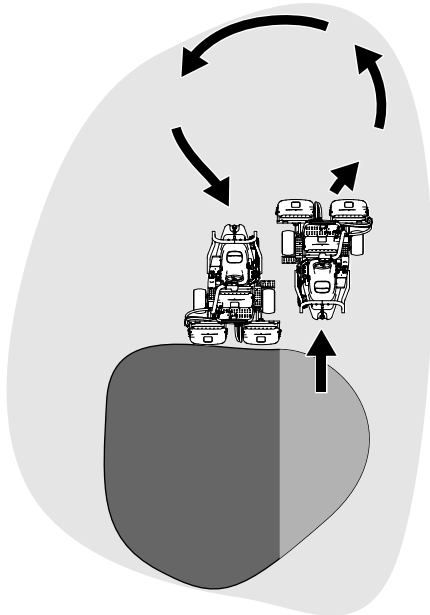

Bild 26
6. Verkürzen Sie die Betriebszeit und vereinfachen Sie das Ausrichten für den nächsten Durchgang, indem Sie die Maschine vorübergehend in die entgegengesetzte Richtung und dann in die Richtung des ungemähten Teils drehen. Führen Sie eine tränenförmige Wende durch (Bild 26), um die Maschine schnell für den nächsten Durchgang auszurichten.